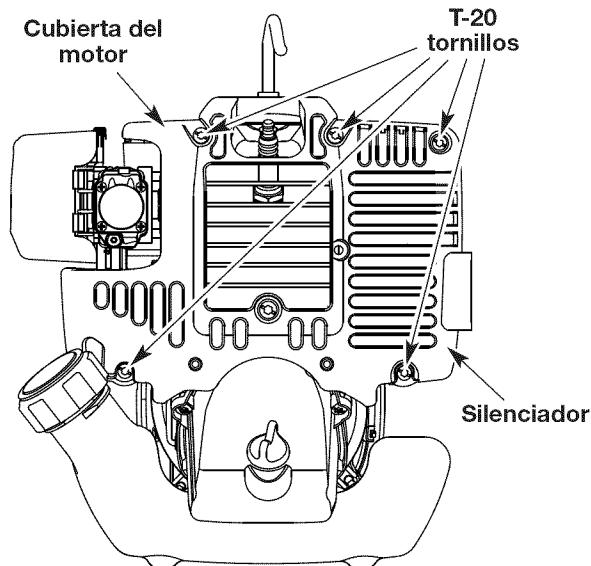

Fig. 23
1. Quite los cinco (5) tornillos con un destornillador de pala o Torx #20 (Fig. 23).